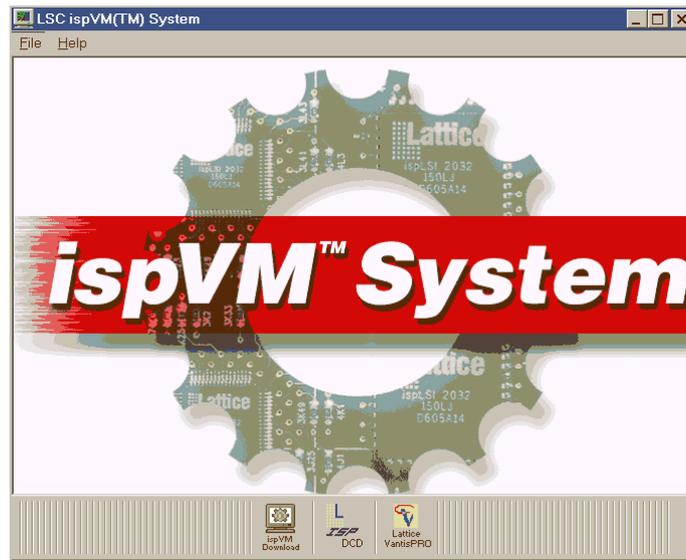

Figure 23
- Maintenant que le programme a été compilé, simulé et que le fichier JEDEC a été généré, il est temps de programmer le CPLD. Quitter le logiciel « ispDesignExpert » puis lancer le logiciel « ispVM System ». La fenêtre de la figure 23 apparaît.